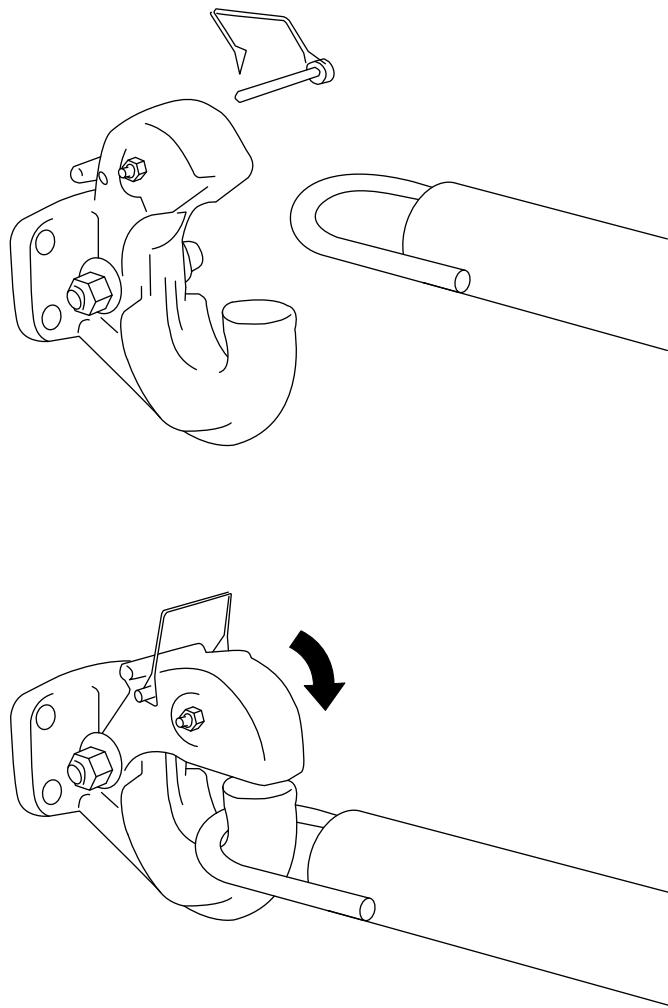

Figura 18
- Retire el pasador del gancho de arrastre y abra el gancho (Figura 18).
- Coloque la argolla de la barra de tracción sobre el gancho de arrastre (Figura 18).
- Cierre el segmento superior del gancho de arrastre y sujetelo con el pasador (Figura 18).